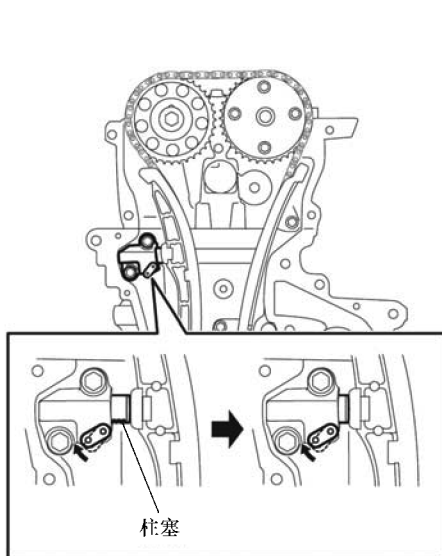

图 11-3 推动柱塞
- ② 当张紧器的柱塞解锁时，将其推到底部，如图 11-3 所示。